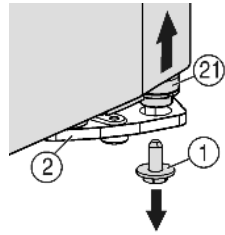
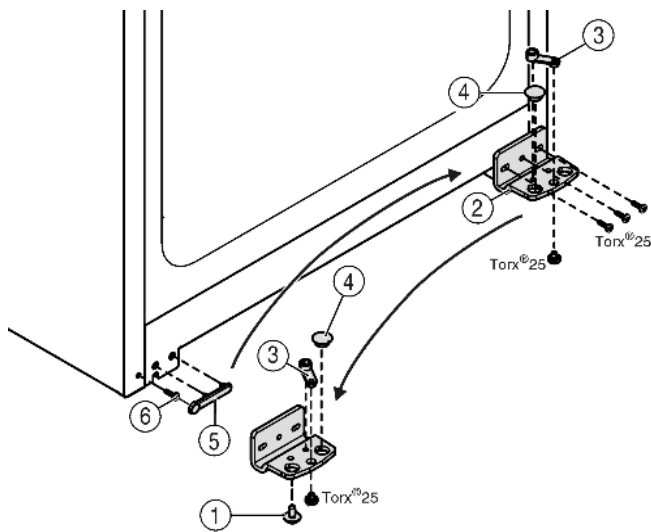

Fig. 4
Fig. 5
- ▶ Внизу справа на опорном кронштейне выкрутите фиксирующий винт Fig. 4 (1).
- ▷ Опорный палец Fig. 4 (21) можно извлечь из опорного кронштейна Fig. 5 (2).
- ▶ Если не удастся извлечь опорный палец Fig. 4 (21), нажмите на него снизу.
- ▶ Открутите опорный кронштейн Fig. 5 (2).
- ▶ Открутите опорную деталь Fig. 5 (3) и, переставив в отверстие на противоположной стороне опорного кронштейна, снова прикрутите.
- ▶ Извлеките заглушку Fig. 5 (4) из опорного кронштейна и переставьте ее в отверстие на противоположной стороне опорного кронштейна.
- ▶ Осторожно снимите крышку со стороны ручки Fig. 5 (5).
- ▶ Выкрутите болт Fig. 5 (6) и вкрутите на противоположной стороне.
- ▶ Снова установите крышку Fig. 5 (5).
- ▶ Снова прикрутите опорный кронштейн Fig. 5 (2) на новой стороне шарнира (с моментом 4 Нм). При необходимости используйте аккумуляторный шуруповерт.
- ▶ Вкрутите фиксирующий винт *Fig. 4 (1)* внизу в опорный палец и затяните (**с моментом 4 Нм**).